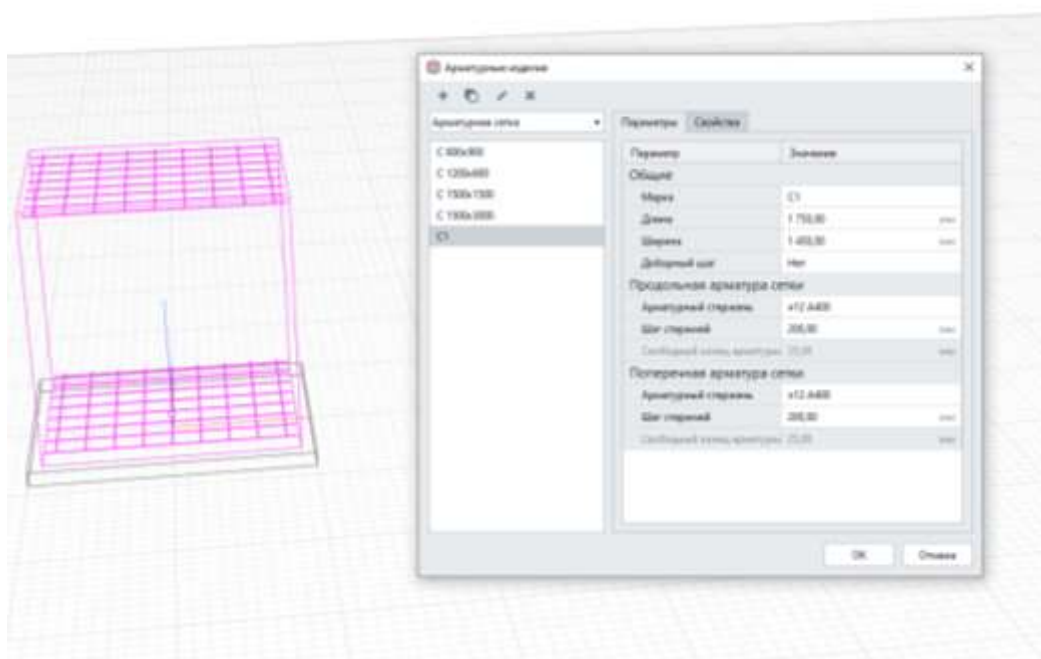

Рисунок 2.3 – Арматурные изделия
6. . Настроить новый стиль армирования, рис.2.3